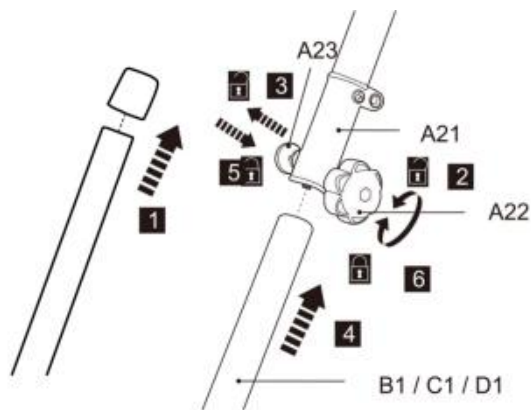

Fig. 3
7. Retirez le capuchon de protection pré-fixé du pôle inférieur (B1/C1/D1) (Fig.3 , étape 1).
8. Desserrez le bouton de verrouillage (A 22) , mais ne le retirez pas complètement (Fig.3 , étape 2).
9. Alignez et insérez le pôle inférieur (B 1/C 1/D 1) dans le manchon de verrouillage (A 21) , tout en tirant sur le ressort boulon (A 23) (Fig.3 , étapes 3 et 4) .
10. Tournez légèrement le poteau inférieur pour aligner le trou avec le ressort boulon (A23) . Relâchez le ressort boulonnez ensuite pour fixer le poteau inférieur en position. Assurez-vous que le ressort le boulon s'enclenche dans le trou (Fig.3 , étape 5).
6. Serrez le bouton de verrouillage (A 22) pour sécuriser la connexion (Fig.3 , étape 6).